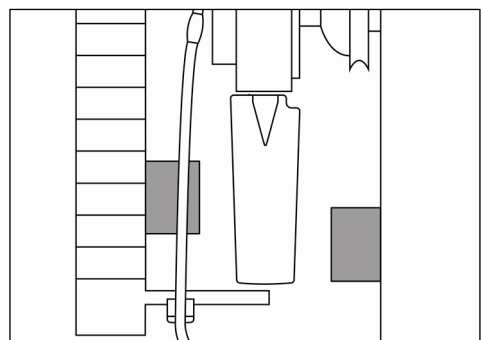

Fig. 35
- 30) Certifique-se de que as pás não colidem com nenhum objeto na frente ou atrás do ventilador quando estão na posição transversal (distância mínima de 5 mm (0,196") / ver Fig. 35).